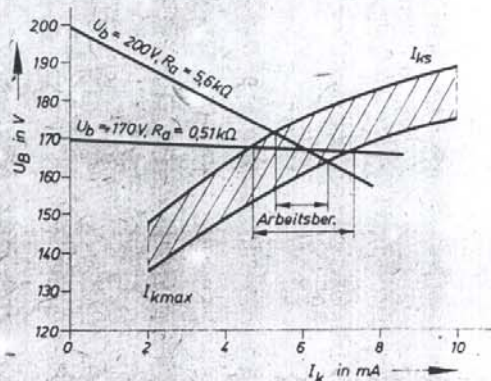
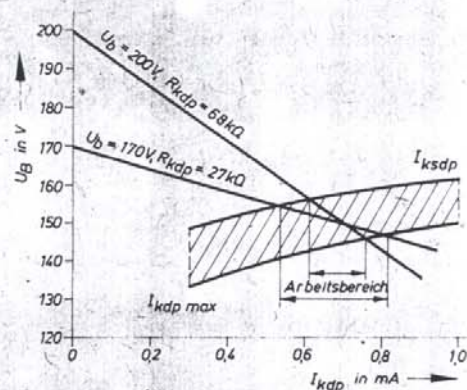

Bild 5: $U_b = f(I_{ks})$ für Z 590 M/Z 5900 M
Bild 6: $U_b = f(I_{kdp})$ für Z 590 M/Z 5900 M
- 3.0. Die Brennspannungskennlinienfelder für die Ziffern – (Bild 5) und Dezimalzeichenkathoden (Bild 6) sind bei Tastbetrieb der Anzeigeröhre heranzuziehen. Sie beziehen sich auf den Im Punkt 2.4. angegebenen Betriebsfall ($f = 500\text{ Hz}$, $t_p = 250\text{ }\mu\text{s}$). Das Kennlinienfeld im Bild 5 gilt auch für die Variante nach Punkt 2.1.